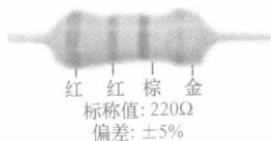

图 1-1 色环电阻器识别示例
1、2 环表示两位有效数字，第3环表示倍乘数，第4环表示允许偏差，如图 1-1 所示。